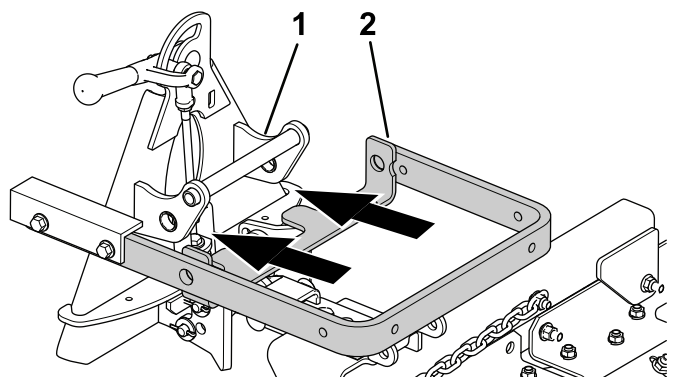
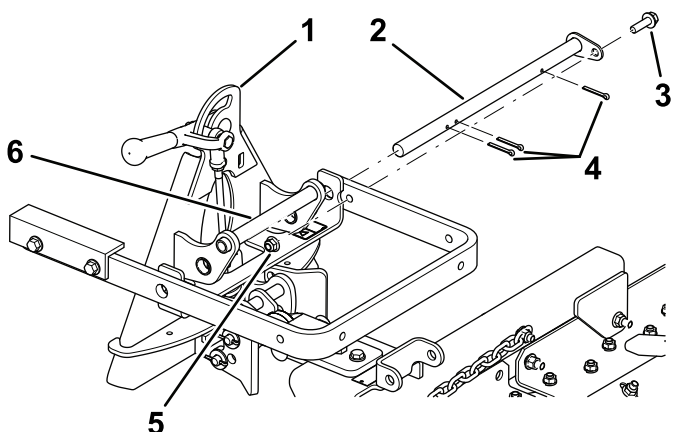

Рисунок 4
Рисунок 5
3. Выровняйте рычаг подъема с кронштейном на переходнике навесного оборудования (Рисунок 4) и соедините их с помощью поворотной штанги, как показано на Рисунок 5.
Примечание: При передвижении переходника навесного оборудования используйте рукоятку, предусмотренную за переходником (Рисунок 4).
4. Закрепите поворотную штангу (Рисунок 5) тремя шплинтами, болтом ($\frac{3}{8}$ x 1¼ дюйма) и контргайкой ($\frac{3}{8}$ дюйма).